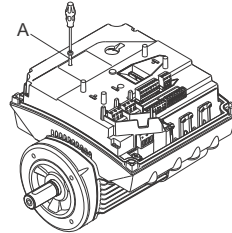

Рис. 57 Видалення кріпильного гвинта
3. Видаліть кріпильний гвинт (рис. 57, А).
5. Вставте і затягніть кріпильний гвинт (рис. 57, А) до моменту 1,3 Нм.